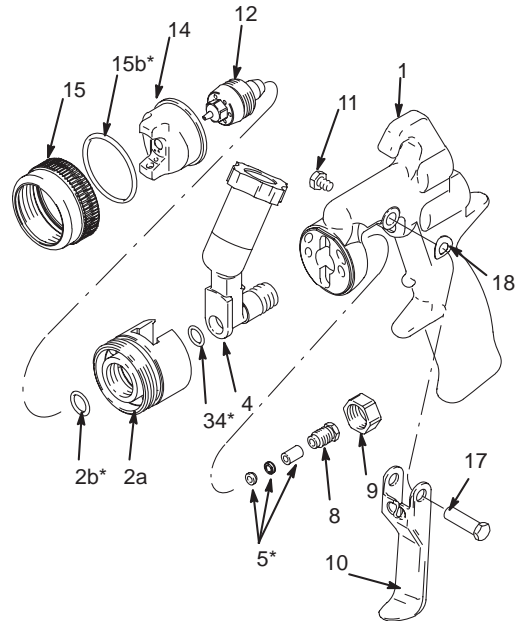

Fig. 23
1. Con la carcasa de pulverización (2a) separada del adaptador (4), use el pico mecánico para retirar el aro tórico (2b) de la carcasa (2a).
2. Desconecte el aro tórico (34) del adaptador (4). Ver Fig. 23.